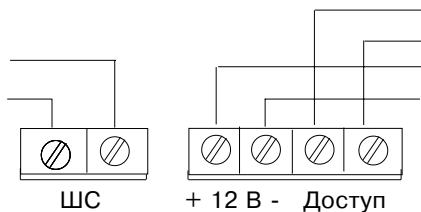

Рис.3
- выполните соединения согласно рис.3;